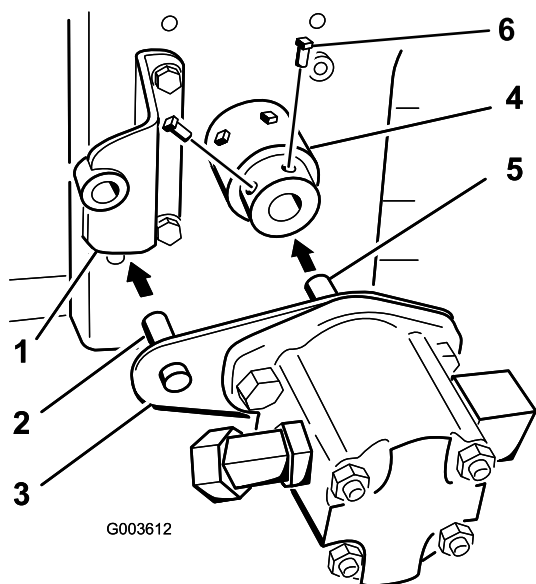

Figura 20
9. Introduzca el espárrago de la chapa de la bomba en el soporte de la bomba al instalar el eje de la bomba hidráulica en el conjunto del cubo. El eje de la bomba hidráulica tocará el extremo del eje de la TDF del motor (Figura 20).
11. Aplique Loctite® azul a los 2 tornillos de fijación (5/16 x 3/4 pulgada) e instálelos en el conjunto del cubo para sujetar el eje de la bomba hidráulica (Figura 20).